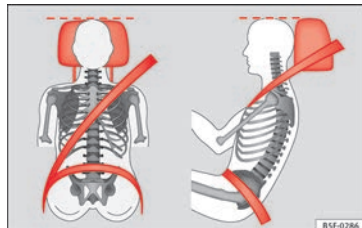

Abb. 74 Richtig eingestellte Kopfstütze von vorne und seitlich betrachtet.
– Stellen Sie die Kopfstützen so ein, dass sich die Oberkante der Kopfstütze möglichst auf einer Linie mit dem oberen Teil des Kopfes, jedoch nicht niedriger als Augenhöhe befindet »» **Abb. 74.**